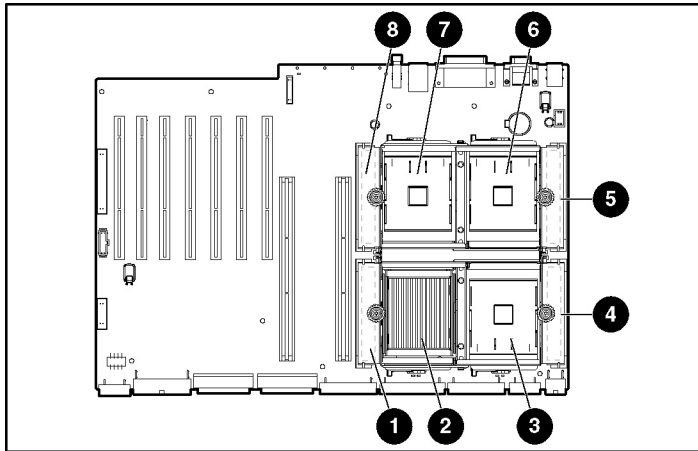

Abbildung 3-11: Prozessorsockel und PPM-Steckplätze auf der Systemplatine
8. Suchen Sie anhand Abbildung 3-11 und Tabelle 3-4 einen verfügbaren Prozessorsockel und PPM-Steckplatz auf der Systemplatine.